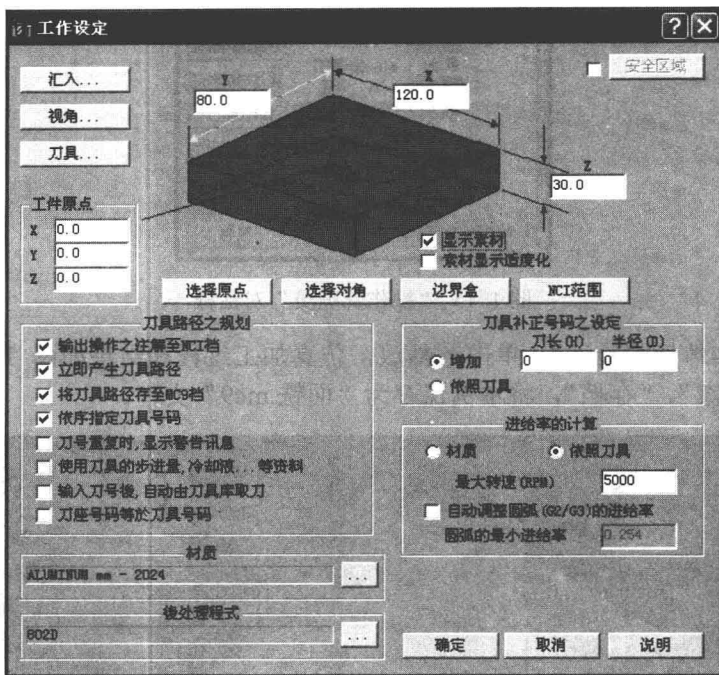

图 1-13 “工作设定”对话框
5) 单击“工作设定”，进入“工作设定”对话框，如图 1-13 所示。